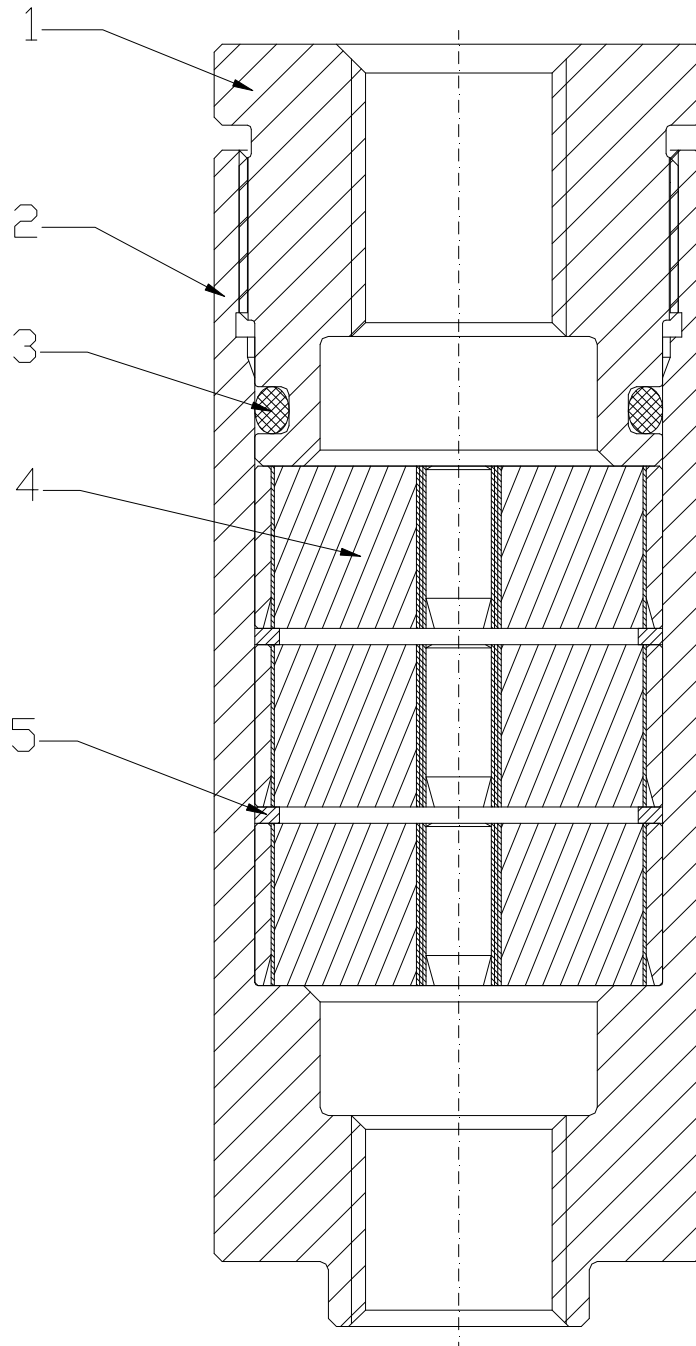

Bild 1
(siehe auch Bild 1)
(siehe Bild1).
Der Zusammenbau erfolgt in umgekehrter Reihenfolge – dabei auf die richtige Reihenfolge von Distanzscheiben (Pos.5) und Bandsicherungen (Pos.4) achten. (siehe Bild 1).
- Bestellnummer (Position siehe **Bild 1**)